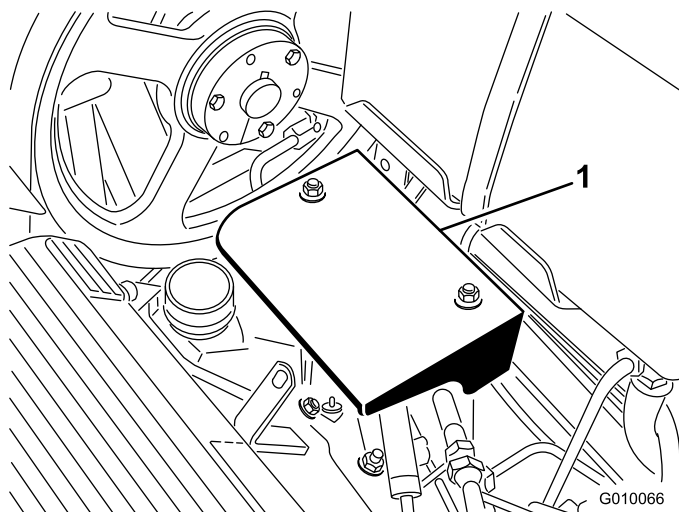

Figure 57
2. Enlevez les 2 écrous de fixation du déflecteur de la pompe et déposez le déflecteur (Figure 57).